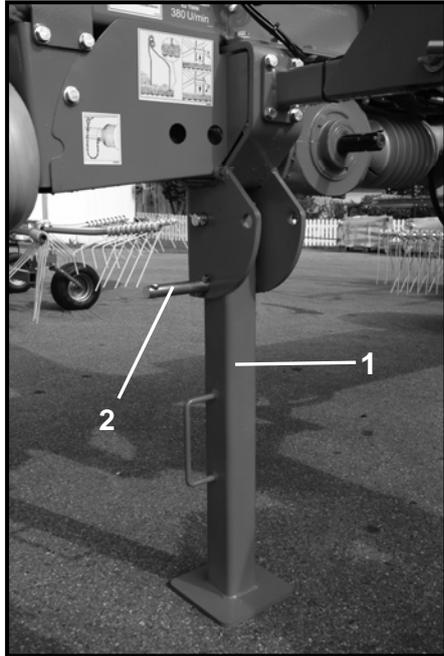

Abbildung 19
- Stützfuß (1) nach unten schwenken und mit Stecker (2) sichern (Abbildung 19).